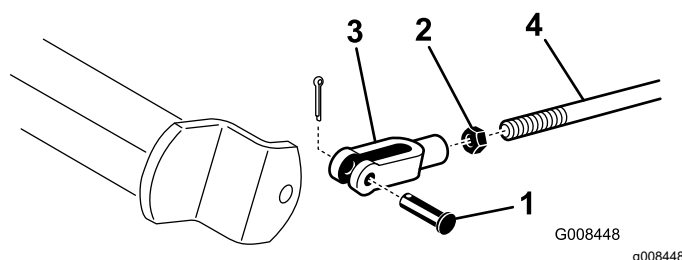

Figura 47
- A. Scollegate le aste dei freni rimuovendo la coppiglia e il perno del cavallotto (Figura 47).
- B. Allentate il controdado e regolate il cavallotto come opportuno (Figura 47).
- C. Montate il cavallotto sull'albero del freno (Figura 47).